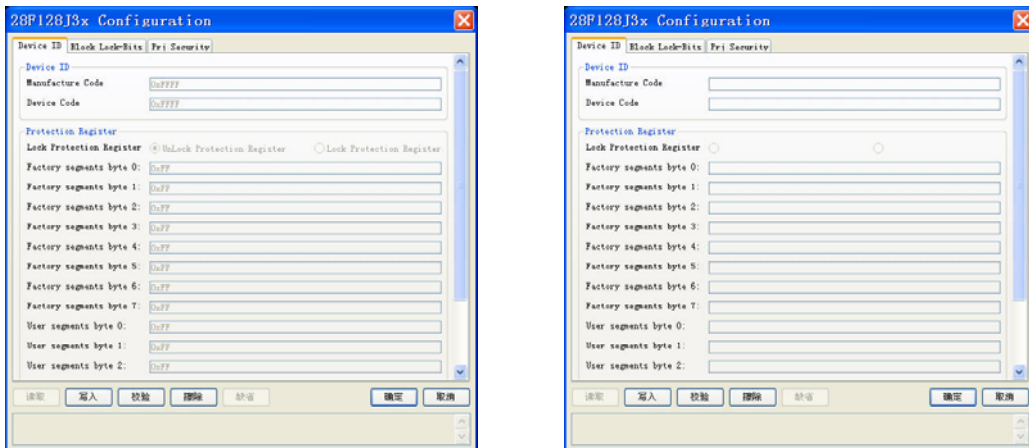

图 3.8 选择禁止修改选项和禁止修改且不显示选项
- 禁止修改选项：配置是否禁止修改【Device ID 标签页】和【Block Lock-Bits 标签页】的所有选项，配置效果如图 3.8 所示；
- 禁止修改且不显示选项：配置是否禁止修改和显示【Device ID 标签页】和【Block Lock-Bits 标签页】的所有选项，配置效果如图 3.8 所示。